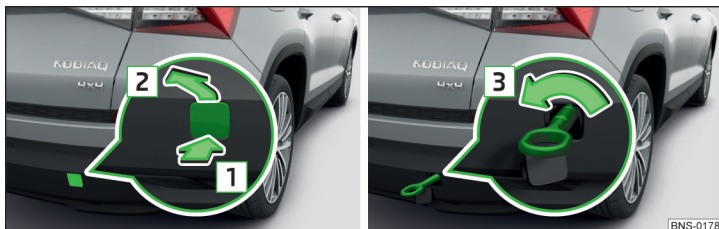

Abb. 350 Abdeckkappe abnehmen / Abschleppöse einbauen
- › Zum **Abnehmen** auf die Abdeckkappe in Pfeilrichtung **1** drücken und diese in Pfeilrichtung **2** abnehmen » Abb. 350.
- › Zum **Einbauen** die Abschleppöse von Hand in Pfeilrichtung **3** » Abb. 350 bis zum Anschlag einschrauben » **!**.